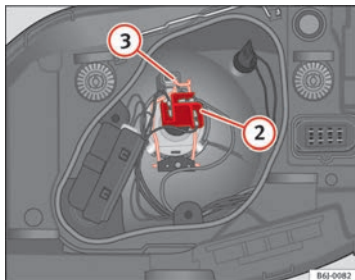

Fig. 154 Anabbagliante e abbagliante faro singolo
- Estrarre il connettore ⇒ fig. 154 ② della lampada.
- Sganciare la molla di ritegno ⇒ fig. 154 ③ premendo verso l'interno e a destra.